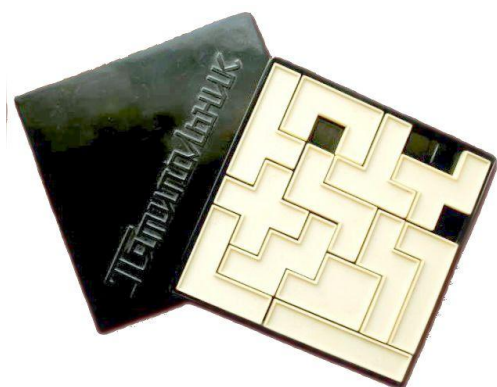

Рисунок 1 – Пример детской игры Пятипольник с вариантом верной комбинации сборки
- ✓ Модель игры Пятипольник представляет собой двумерную головоломку из набора плоских фигур разной формы (см. Рисунок 1); каждая фигура составлена из сросщенных элементов-кубиков, обязательно из 5 элементов в своём составе; в данной модели фигуры собираются вместе на поле 5×5 элементов (меньше, чем в оригинале), так чтобы уместились все фигуры